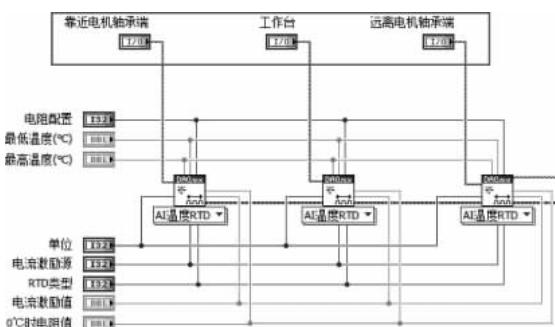

图 3-17 控件与接口对应连接图
③ 创建物理通道。本模块需要测量 3 个位置的温度，所以需要设置 3 个物理通道。将“靠近电机轴承端”物理通道复制并粘贴两次，并将标签名改为“工作台”和“远离电机轴承端”；如图 3-17 所示，将各个输入控件分别与“AI-温度-RTD”函数连接。